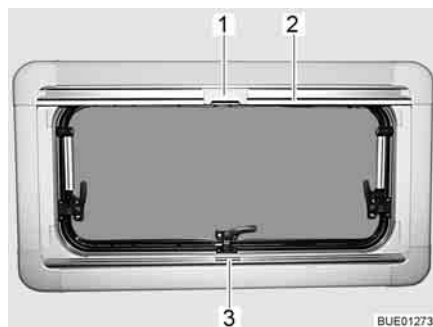
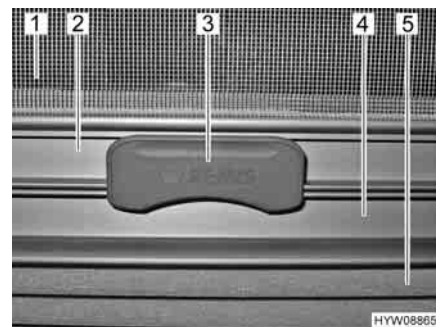

Fig. 55 Finestra apribile
Fig. 56 Aggancio
La tendina oscurante pieghevole (Fig. 56,5) è montata nella cassetta inferiore.
Chiusura: ■ Afferrare la tendina oscurante pieghevole per la parte centrale della barra di presa (Fig. 55,3 e Fig. 56,4), tirarla dal basso verso l'alto e rilasciarla nella posizione desiderata. La tendina oscurante pieghevole rimane in questa posizione.
La zanzariera a rullo (Fig. 56,1) è montata nella cassetta superiore.
Chiusura: ■ Tirare la zanzariera a rullo accompagnandola con la barra di presa (Fig. 55,2 e Fig. 56,2) verso il basso, fino a quando la barra di presa non arriva a contatto con la tendina oscurante pieghevole (Fig. 56,4).
■ Bloccare l'aggancio (Fig. 55,1 e Fig. 56,3) della zanzariera a rullo nella barra di presa della tendina oscurante pieghevole. Se l'aggancio risulta bloccato, la tendina oscurante pieghevole e la zanzariera a rullo possono essere spostate insieme.
Apertura: ■ Premere in alto l'aggancio (Fig. 56,3) sulla zanzariera a rullo.
■ Ricondurre lentamente la zanzariera a rullo accompagnandola con la barra di presa (Fig. 55,2).